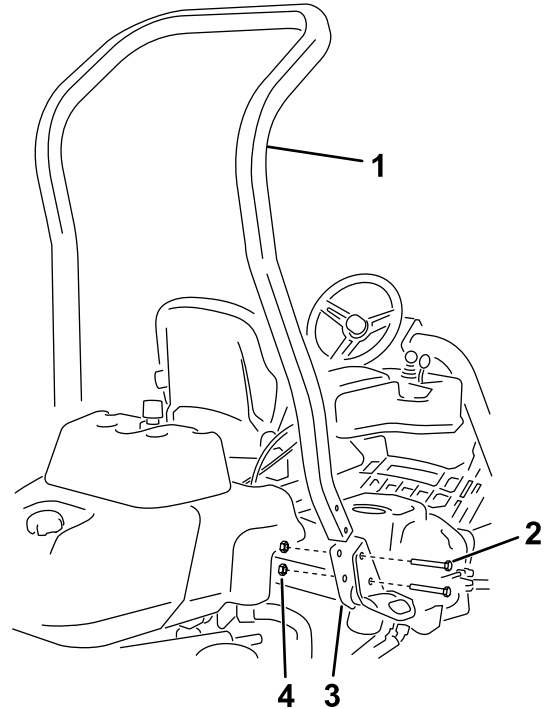

Bild 3
3. Befestigen Sie den Überrollbügel mit vier Schrauben (1/2" x 3/4") und vier Bundmuttern (1/2") an den Halterungen für den Überrollschutz an jeder Seite der Maschine, wie in Bild 3 abgebildet.